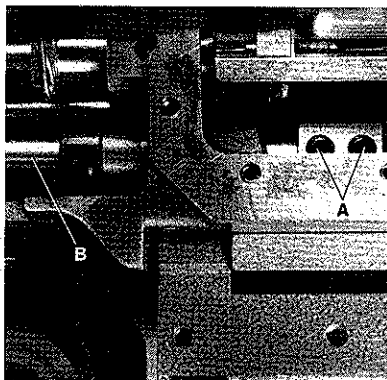

Fig.73
If the main and the differential feed dogs are not parallel to throat plate top surface at the moment they rise above throat plate, loosen screws (A, Fig.73) and turn shaft (B) as required to set the feed dogs parallel. Retighten screws.
Stehen der Haupttransporteur und der Differentialtransporteur bei ihrem Austritt aus der Stichplatte nicht parallel zur Stichplattenoberkante, so kann nach Lösen der Schrauben (A, Fig.73) die Welle (B) so gedreht werden, daß die Transporteure parallel stehen. Ziehen Sie die Schrauben wieder an.